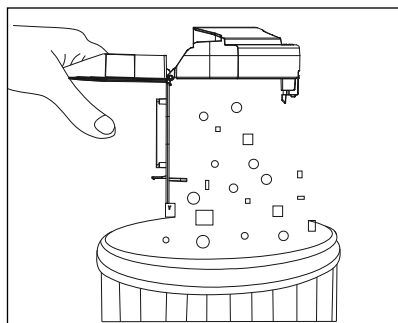

Fig. 9
- 3) Vacíe el contenido del depósito de polvo **16** en un contenedor de residuos (consulte la fig. 9).